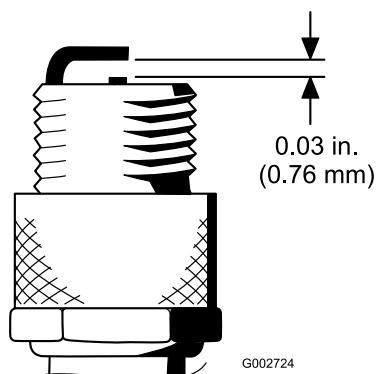

Figura 51
- Ajuste el hueco entre los electrodos central y lateral a 0,76 mm (Figura 51).